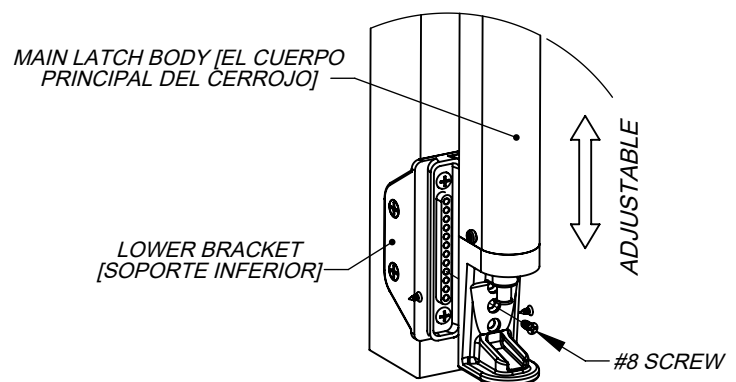

Figure 3
2. Temporarily insert the Bottom Bracket and align the holes with the (3) countersunk holes at the bottom of the Main Body (Figure 3). With the Latch at the proper height, mark the Lower Bracket location on the Post.
*[De manera provisoria, inserte el soporte inferior y alinee los orificios con los (3) orificios avellanados que se encuentran en la parte inferior del cuerpo principal (Figure 3). Con el cerrojo a la altura correcta, marque la ubicación del soporte inferior en el poste.]*
3. Remove the Main Body and attach the Lower Bracket with the supplied mounting screws ((2) Flat Head Screws and (2) Pan Head Screws).
*[Quite el cuerpo principal y fije el soporte inferior con los tornillos de sujeción provistos ((2) tornillos de cabeza plana y (2) tornillos de cabeza redonda).]*
2. Align the holes of the Latch and Bottom Bracket, making sure that the overall Latch Height is maintained, and secure with (1) #8 Flat Head Screw (Figure 3).
*[Alinee los orificios del cerrojo y del soporte inferior, asegurándose de mantener la altura del cerrojo y ajuste con (1) tornillo de cabeza plana #8 (Figure 3).]*
2. Secure Keeper Assembly to Gate with the (4) Pan Head Screws provided.
*[Ajuste el retén de montaje a la puerta con los (4) tornillos de cabeza redonda provistos póngalo en línea con el cuerpo principal del cerrojo.]*